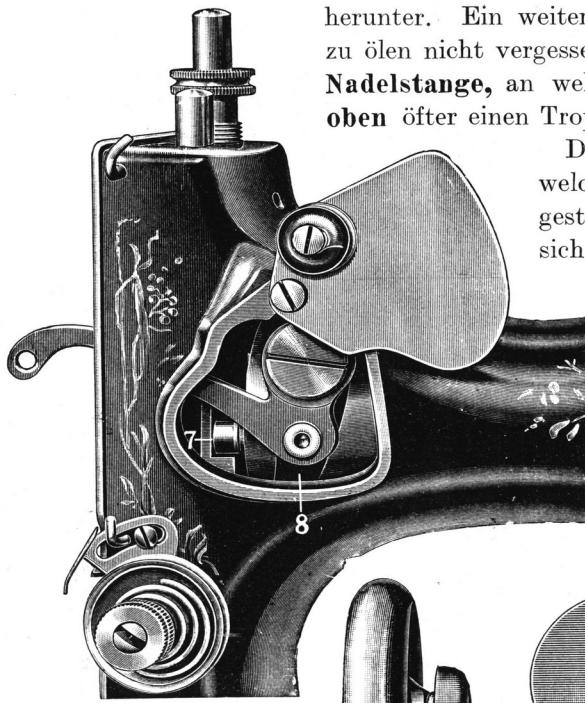

Bild 5.
**Der wichtigste Teil der Maschine, welcher am dringendsten einer guten und regelmässigen Oelung bedarf, ist das Herz.** Um zu diesem Teil gelangen zu können, öffne man, wie an Abbildung 5 ersichtlich, vorn den Arm, indem man den kleinen Deckel nach oben dreht. Hierauf bewege man das Schwungrad der Maschine langsam so lange mit der Hand, bis sich vorn in der Armöffnung die **blaue Rolle 7** zeigt, auf welche man einige Tropfen Oel bringt. Bei dieser Gelegenheit öle man gleichzeitig auch die **Fadenlegerrolle an der Oelstelle 8.** Nach erfolgter Oelung drehe man das Deckelchen wieder